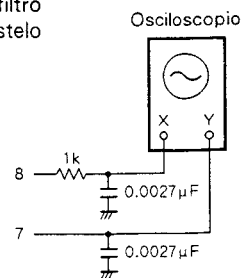

Fig. 4
2. Gire el destornillador lentamente hasta que la anchura de la forma de onda de Lissajous en el sentido del eje X sea mínima, y después gírelo hasta que se obtenga la misma forma de onda de Lissajous que la observada en el ítem 4 de "Comprobación del centrado". (Fig. 4)